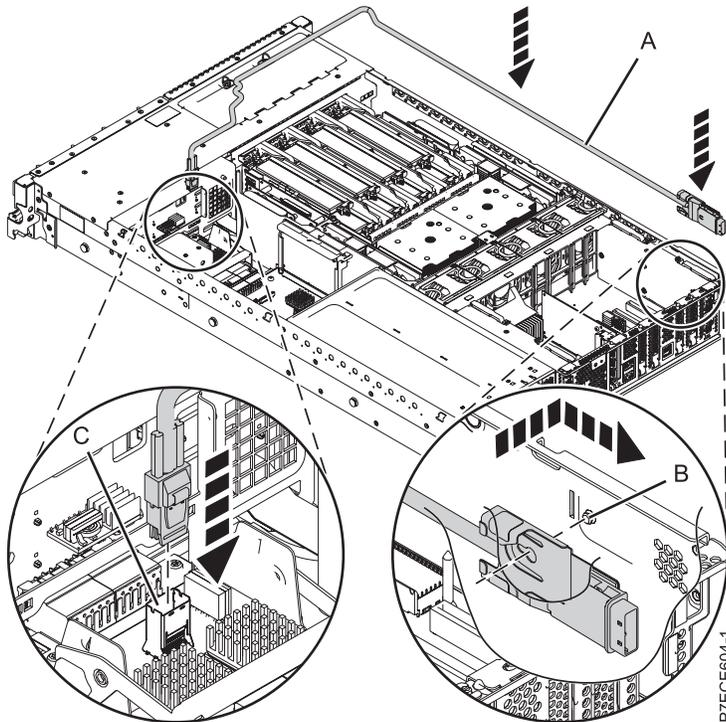

Figure 39. Remplacement du câble SAS
3. Branchez le connecteur mini-SAS du câble SAS au port de connexion SAS interne (C) sur l'interposeur de stockage et appuyez jusqu'à ce qu'il s'enclenche. Pour plus d'informations, voir figure 39, à la page 66.
4. Faites passer le câble (A) devant le boîtier d'extension de mémoire, dans la gouttière le long de la paroi latérale jusqu'à ce que le connecteur de port SAS se trouve à proximité de l'ouverture situées à l'arrière du châssis.
5. Aligned l'encoche du support du connecteur de port SAS (B) sur la broche de guidage à l'intérieur du boîtier. Puis, glissez le connecteur de port SAS dans l'ouverture à l'arrière du châssis jusqu'à ce que le taquet du support s'enclenche.